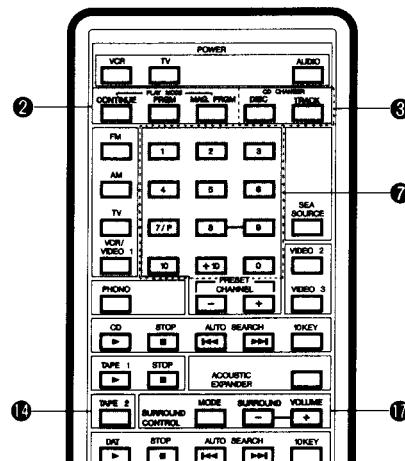

Fig. 14, 15
CD AUTO CHANGER operation (Fig. 14)**② PLAY MODE**
Fonctionnement du lecteur/changeur de disques compacts**(Fig. 14)****② Mode de lecture (PLAY MODE)**